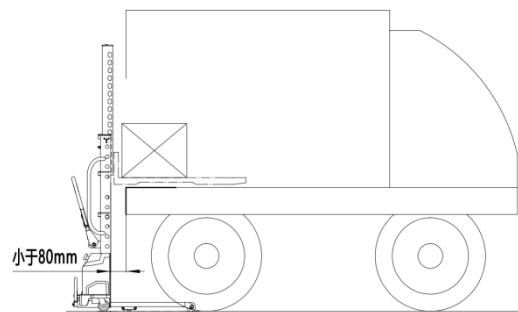

图 18 装载货物
- 货物进车厢：将货物提升至略高于货车车厢平台后，松开上升按钮（图 9 中 5 ），慢慢推入叉车，将货物推进货车车厢，使叉车门柱贴至货车车厢边缘（距离小于 80mm），并避开货车车厢边缘的附属零件，防止车架提升时发生碰撞。如图 18 ；